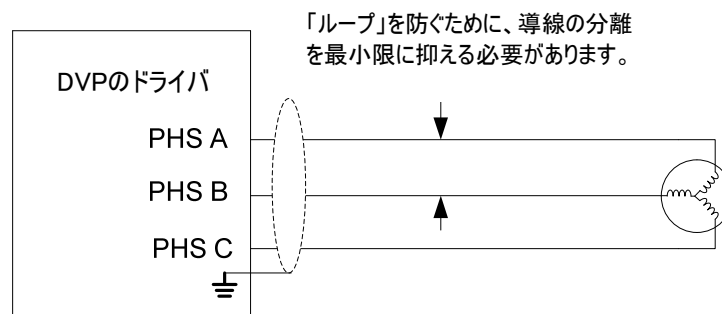

図 3-5. 「ループ」の防止
- 別のケーブルが必要な場合は、図 3-5 に示すように、導線間の距離を最小にして、前述のループを減らす必要があります。